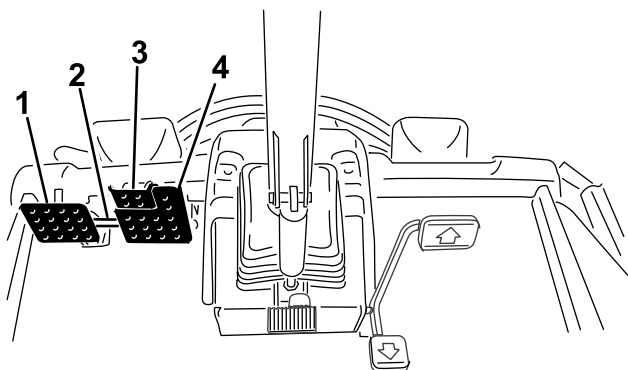

Figure 29
- Détachez le verrou de blocage des pédales (Figure 29).